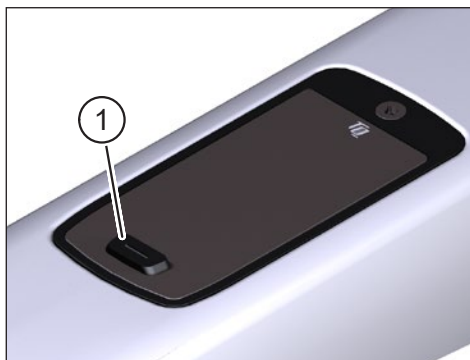

Fig. 2: Display
- ▶ Schakel de aandrijving in door **kort** op de knop (Pos. 1 in Fig. 2) op het Display te drukken
- ▶ Schakel de aandrijving uit door **lang** op de knop (Pos. 1 in Fig. 2) op het Display te drukken.